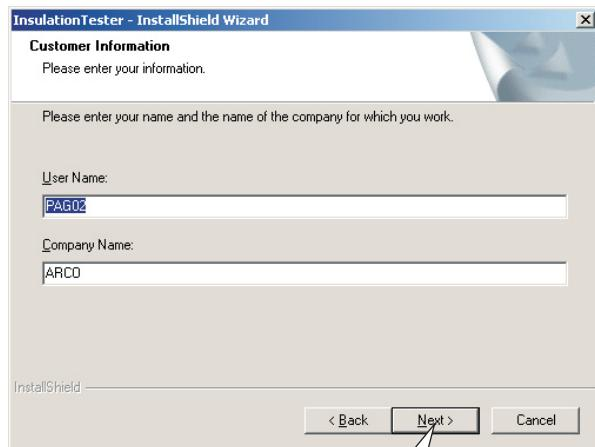

图2
► 输入你的用户名和公司名称，点击“Next”进入下一步，如图2: